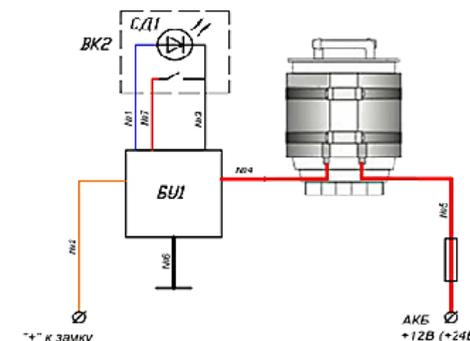

Рисунок 4
5.6 При подключении подогревателя к электрической бортовой сети **с автоматическим отключением подогрева по таймеру** (рисунок 4):